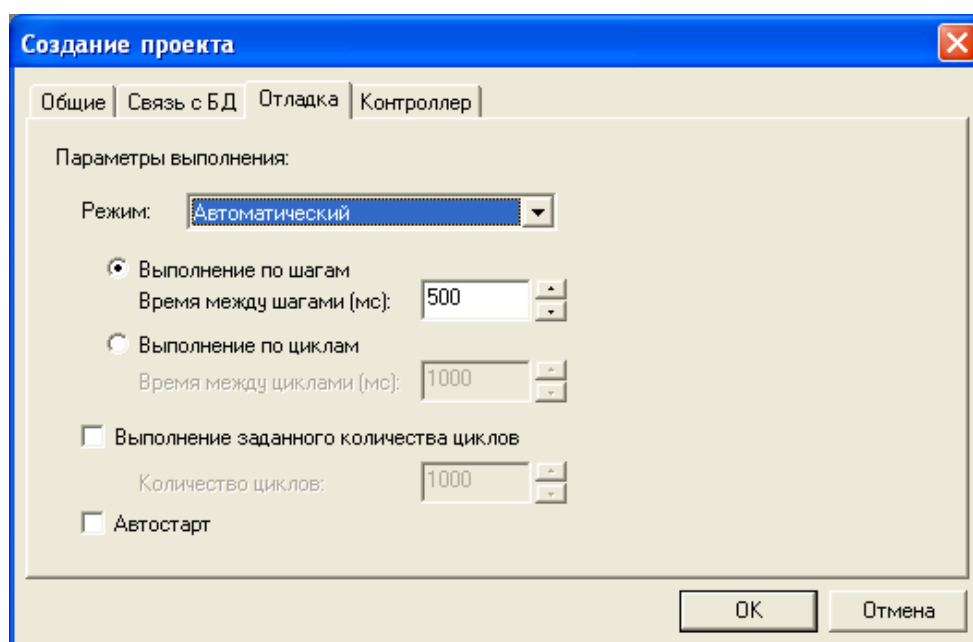

Рисунок 2.3 – Окно «Создание проекта». Закладка «Отладка»
- 5 На вкладке "Отладка" (рисунок 2.3) задать параметры процесса отладки проекта.